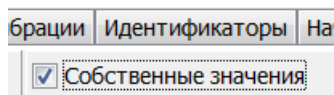
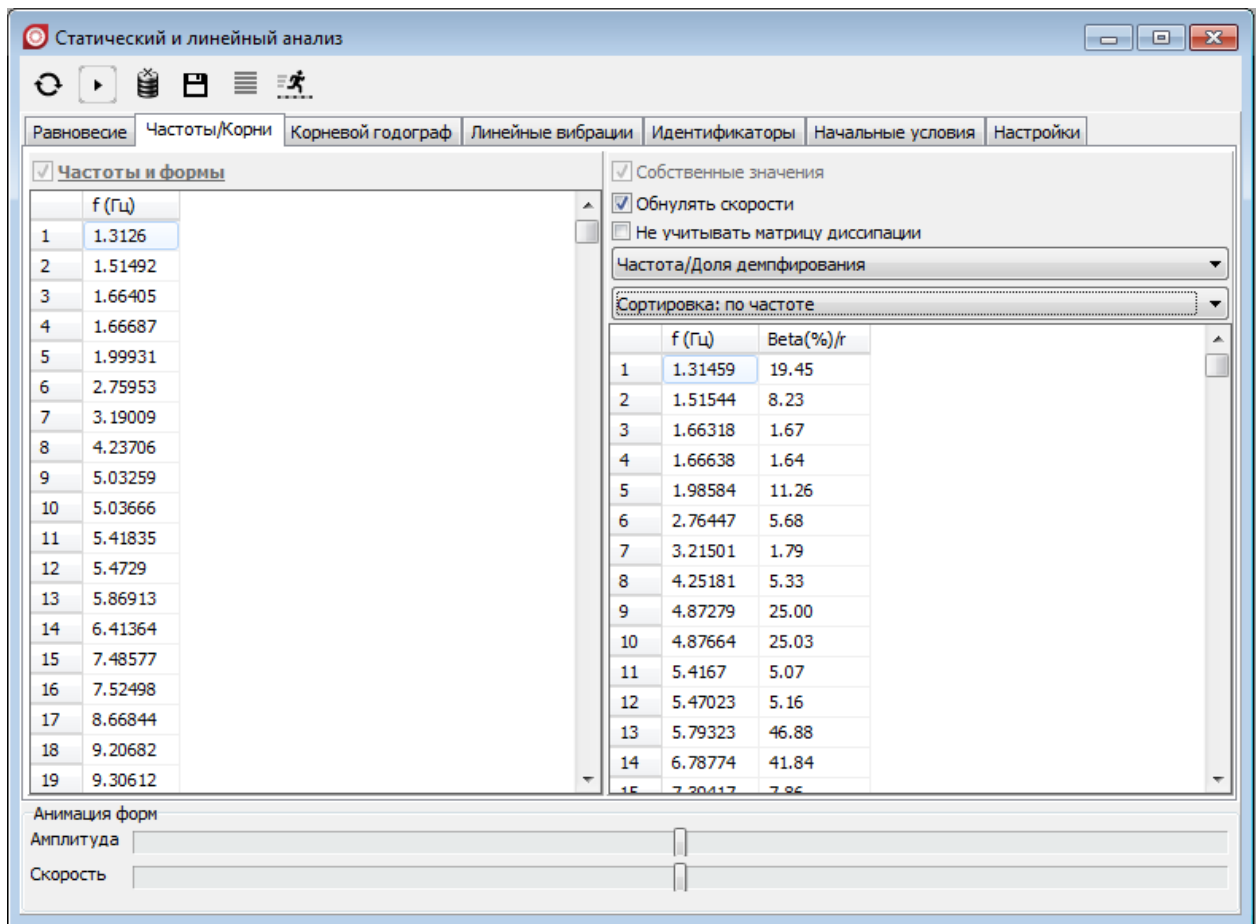

Рис. 1.12. Ключ расчета собственных значений
Рис. 1.13. Список собственных частот (слева) и собственных значений (справа)
- Выделите ключ **Собственные значения** (рис. 1.12) и щелкните на кнопке  для расчета собственных значений (корней характеристического уравнения) модели, рис. 1.13.